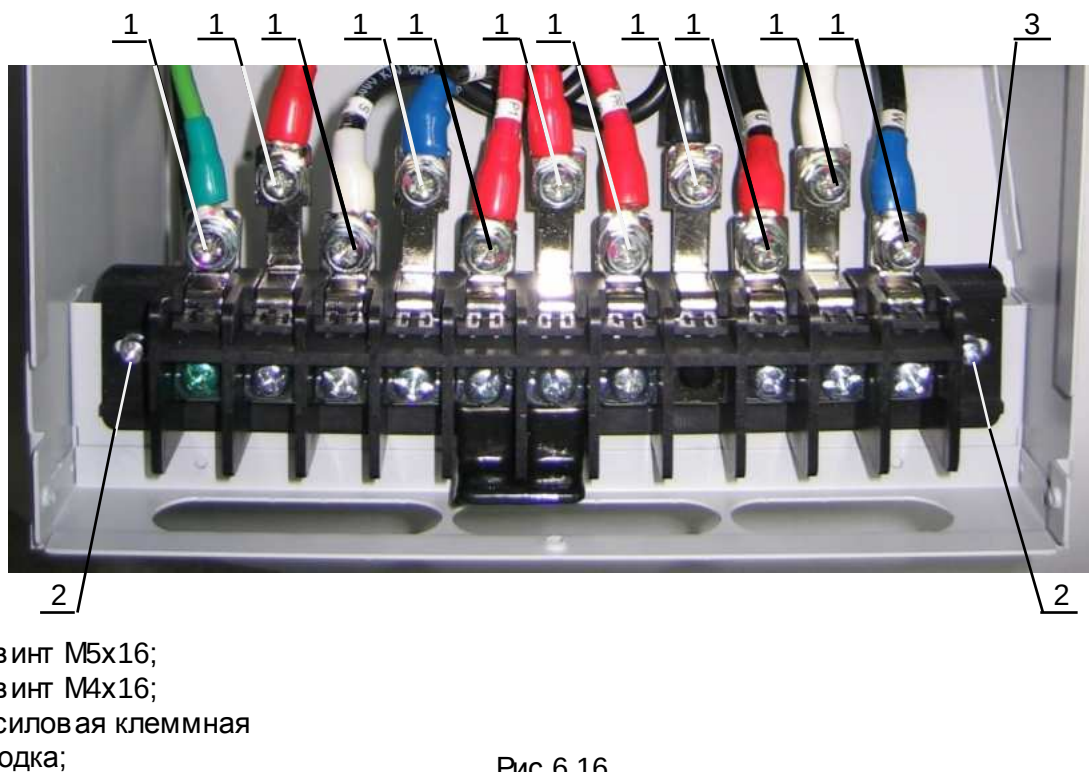

Рис.6.16
- 6.9.1. Открутить одиннадцать винтов (1) (рис.6.16). Положить винты в тару для крепежа.
- 6.9.2. Открутить два винта (2) (рис.6.16). Положить винты в тару для крепежа. Извлечь клеммную колодку из корпуса ПЧ и положить её в тару для составных частей.